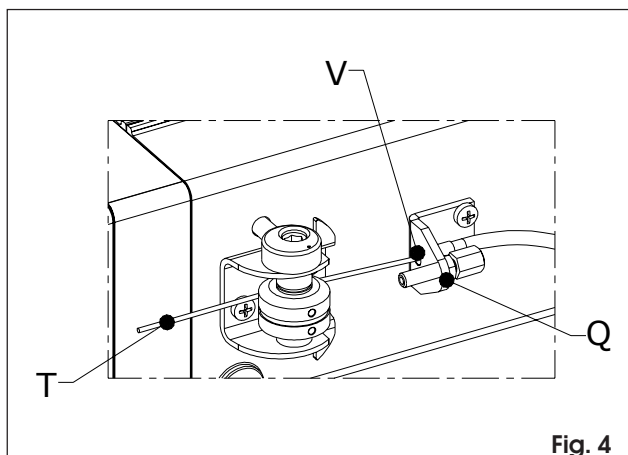

Fig. 4
- 6) Far scorrere tutto il cavo **T** nella guaina **U**; inserire poi in cavo **T** nel foro **senza registro V** della squadretta **A**, come in Fig.4.
- 6) Thread the entire cable **T** into the sheath **U**. Then insert cable **T** into the hole **without adjuster screw V** on bracket **A** as shown in Fig.4.
- 6) Faire passer le câble T dans la gaine U, puis dans le trou sans la vis de réglage V de la patte-équerre A, comme indiqué en Fig.4.
- 6) Pasar todo el cable T por la vaina U y, a continuación, insertarlo en el orificio sin registro V de la escuadra A (Fig. 4).
- 6) Ganze Kabellänge T in Hülle U einführen, Kabel T dann in die Bohrung ohne Register V von Winkel A einziehen, s. Abb. 4.